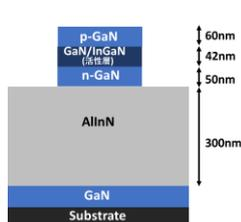

Fig. 1. Cross-sectional diagram of fabricated InGaN/GaN MQW nanostripe structure.
**実験:** 元ウェハにはp-GaN(60nm)/MQW/n-GaN(50nm)/AlInN(300nm)/GaN(4.8 $\mu$ m)/(0001)Al2O3構造で、MQWが4周期のInGaN(2.5nm)/GaN(8nm)のMOCVD成長エビウェハ (Fig.1)を用いた。As grown MQWの室温PLピーク波長は約490nmであった。ウェハ表面に厚さ15nmのSiO2膜を成膜し、EBLでGaN結晶のm軸とa軸に沿って幅(W=)90, 120, ..., 300nmの計8種類のストライプアレイ構造を描画した。ストライプ間隔は3W/2とし、各構造の領域は約3 $\mu$ m $\times$ 3 $\mu$ mとした。また、後工程でAlInN層を選択除去する際にストライプ同士が接合しないように、幅90nmの3本の支持構造をストライプアレイに直交する向きに追加した。この試料を水素圧力18Pa、1000 $^{\circ}$ C、13minの条件下でHEATEを行ってナノストライプアレイ構造 (Fig.2)を作製し、405nmのLD励起による室温PL測定を行った。